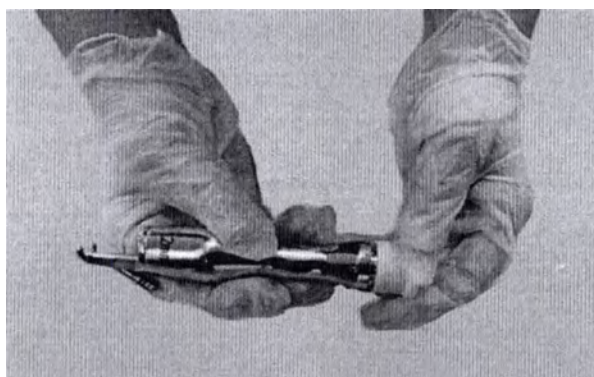

Рис. 3.17 – Защитный колпачок манипулятора
3.4.1.1 Для подключения манипулятора нужно выбрать из набора манипулятор с требуемым диаметром пучка. Снять с манипулятора защитный колпачок, как показано на рис.3.17.